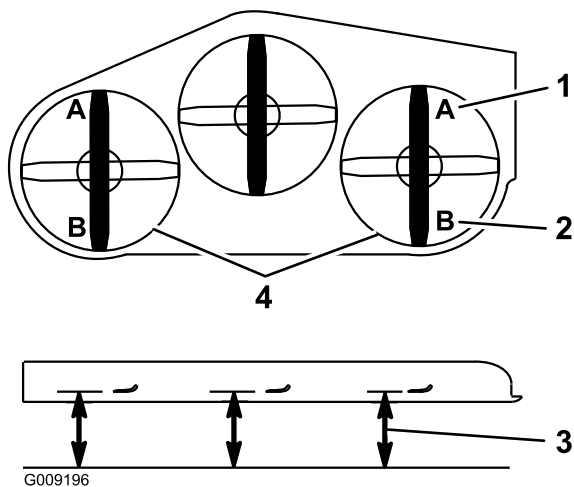

Figura 92
9. En ambos lados de la carcasa, mida desde la superficie nivelada hasta la punta delantera de la cuchilla (Posición A). La medida debe ser de 7,6 cm (Figura 92).
15. En ambos lados de la carcasa, mida desde la superficie nivelada hasta la punta trasera de la cuchilla (Posición B). La medida debe ser de 8,3 mm (Figura 92).